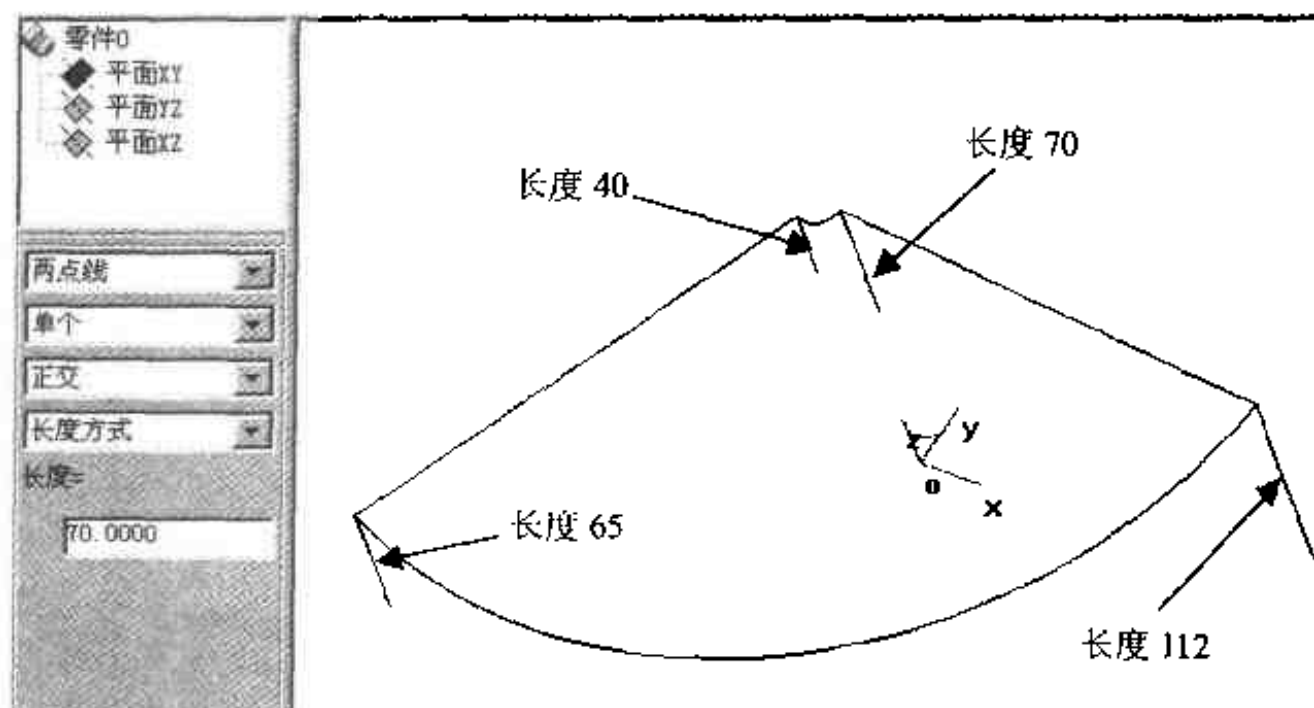

图 2.105 绘制负 Z 向垂线
- (3) 在 4 个端点做负 Z 向垂线, 长度如图 2.105 所示。